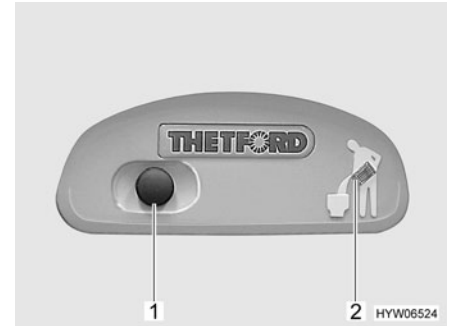

Fig. 188 Botón de lavado/luz de control del inodoro Thetford
- Para lavar, pulsar el botón de lavado azul (Fig. 188,1).
La luz de control (Fig. 188,2) se enciende cuando es necesario vaciar el cassette Thetford.